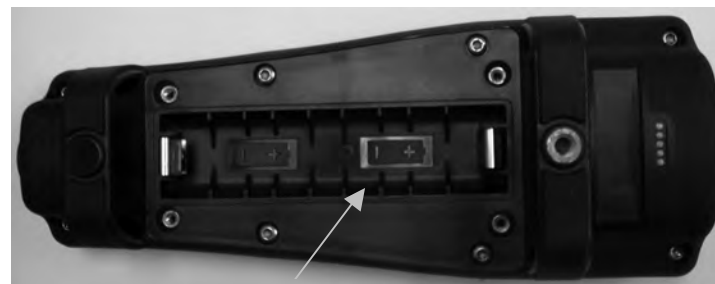

Figura 1. Pro Plus sin la tapa de las pilas. Tenga en cuenta los símbolos que indican la polaridad de las pilas.
3. Retire la tapa de las pilas e instale las pilas nuevas, comprobando la alineación correcta de la polaridad en el instrumento o en la tapa que quitó. (Figura 1)